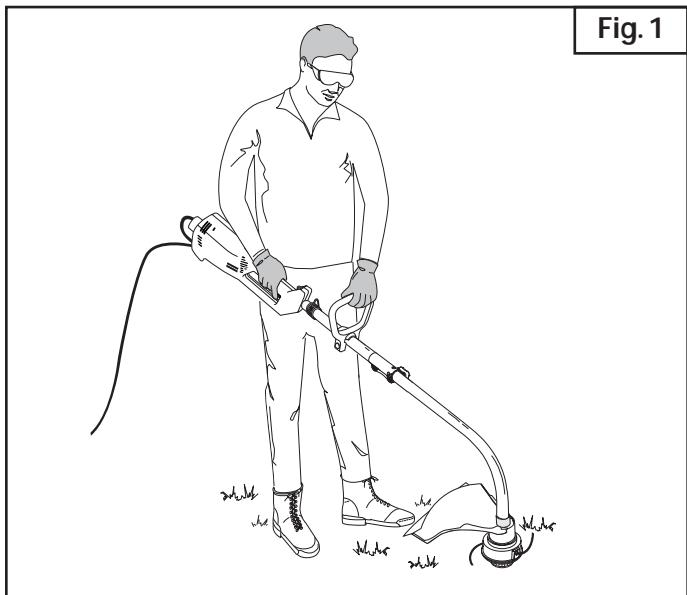

Fig. 1
- Sostenga la unidad en posición de operación (Fig. 1).